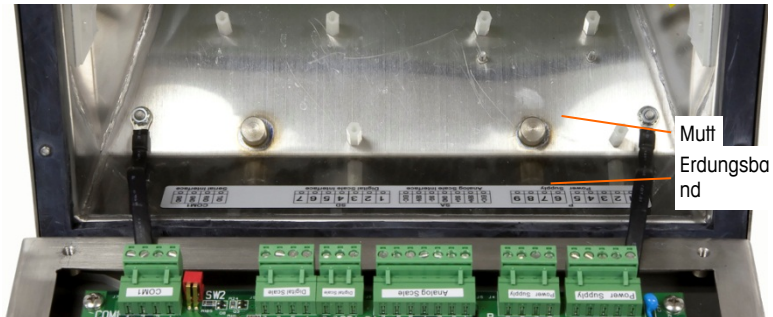

Abbildung 3-11: Lösen der Erdungsbänder
- B. Die beiden Muttern, mit denen die beiden Erdungsbänder (die auch als Scharniere für die vordere Abdeckung dienen) am hinteren Gehäuse befestigt sind, lösen und abnehmen (Abbildung 3-11).